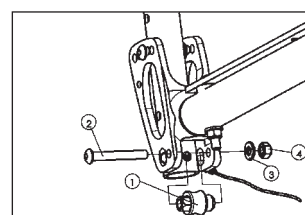

Figura 3
4. Regolare il meccanismo di chiusura. A questo scopo allentare leggermente i dadi sulla camma (Figura 3). Sistemare la camma (componente 1) in modo che il meccanismo di chiusura si blocchi in posizione senza che vi sia alcun gioco. Se necessario, usare una chiave inglese da 10 mm per eseguire questa operazione. Quindi tenere la camma in posizione e stringere i dadi (5 Nm).